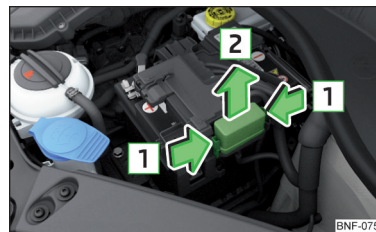

Fig. 139
Sikringerne er placeret under en afdækning ved siden af bilens batteri » Fig. 139.
- Tryk afdækningens låseknapper » Fig. 139 sammen samtidig.